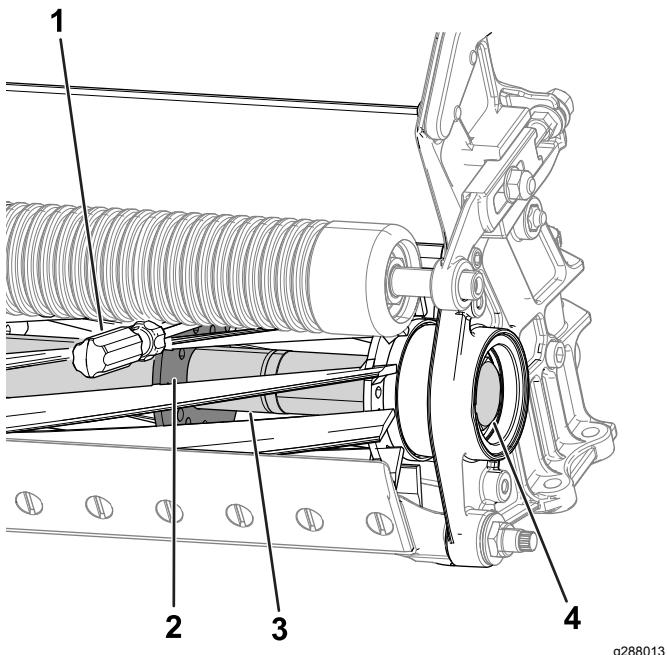

Рисунок 27
2. Вставьте монтировку с длинной ручкой (рекомендуется использовать монтировку размером $\frac{3}{8}$ x 12 дюймов с рукояткой как у отвертки) через нижнюю часть режущего барабана и максимально близко к боковой части режущего блока, к которому вы будете прилагать крутящий момент (Рисунок 27).
3. Установите монтировку, прижав ее к сварной стороне опорной пластины барабана (Рисунок 27).